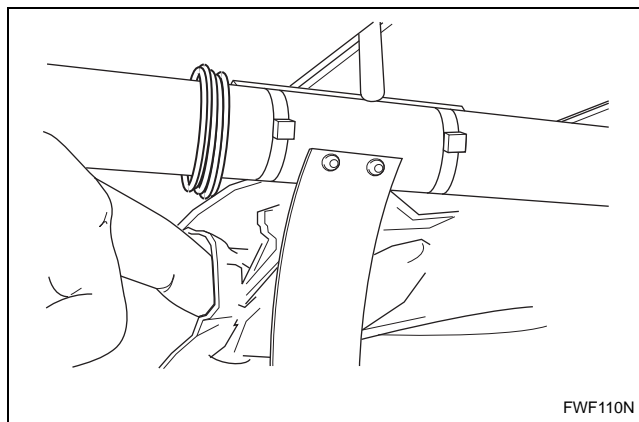
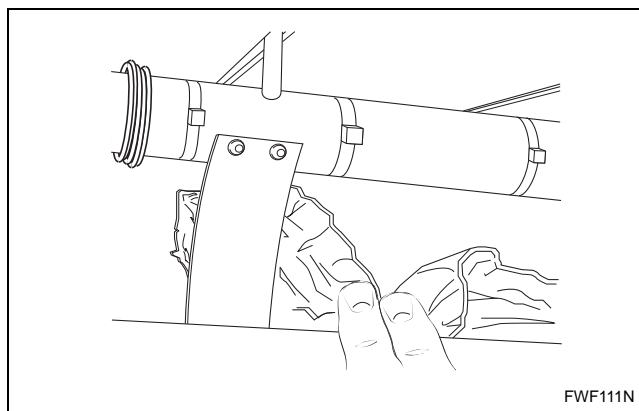
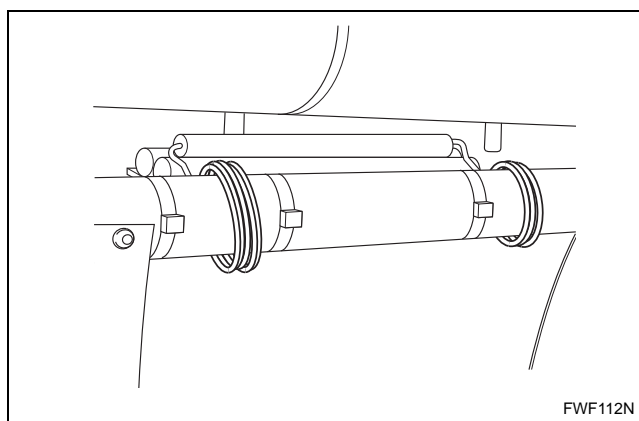

Figura 9
Figura 10
Figura 11
- b. Remova o papel de proteção manualmente. Seja especialmente cuidadoso ao redor da lâmina de separação e do sensor de temperatura. Consulte *Figura 9*, *Figura 10* e *Figura 11*.